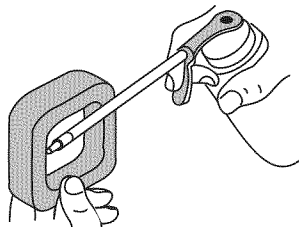

Fig. 36
4. Aplique suficiente aceite limpio de motor SAE 30 para recubrir ligeramente el filtro (Fig. 36).